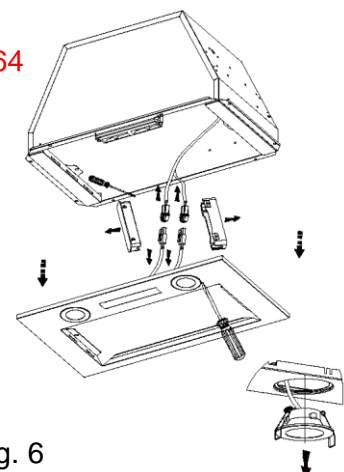

Fig. 6
- Remettez la partie avant de l'unité à l'aide d'un tournevis. Fig. 6